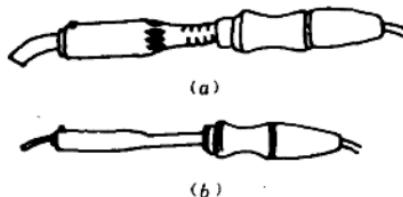

图 1-3 电烙铁的外形图
2. 电烙铁 电烙铁是一种电热锡焊工具。普通电烙铁按功率大小有大功率和小功率之分，其外形的差别如图 1-3 所示。